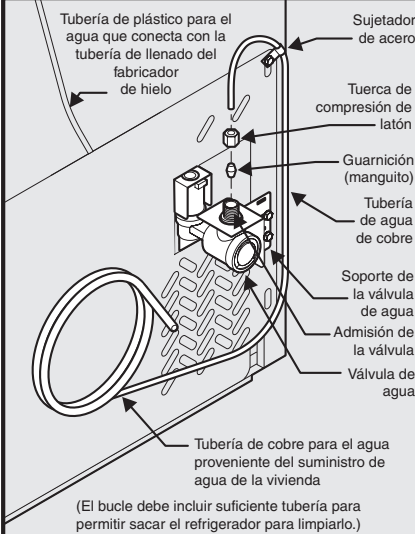

Figura 1
- Si utiliza tuberías de cobre, deslice la tuerca de compresión de latón y la guarnición (manguito) en la tubería de suministro de agua. Inserte la tubería de agua en la admisión de la válvula de agua tan adentro como sea posible (1/4" / 6 mm). Inserte la guarnición (manguito) en la admisión de la válvula y apriete a mano la tuerca de compresión en la válvula. Apriete media vuelta adicional con una llave. NO apriete demasiado. **Vea la figura 1.** Si utiliza tuberías de acero inoxidable, la tuerca y la férula ya están colocadas en la tubería. Deslice la tuerca de compresión sobre la admisión de la válvula y apriétela a mano. Apriete media vuelta adicional con una llave. NO apriete demasiado. **Vea la figura 2.**